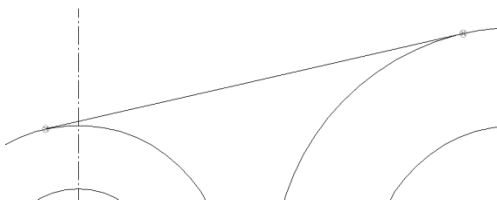

图 6-23 连接
(14) 单击【绘制草图】选项卡【相关】区域的  【连接】按钮，依次单击直线的左端和最左侧大圆，再单击直线的右端和中间的大圆，完成连接，如图 6-23 所示。